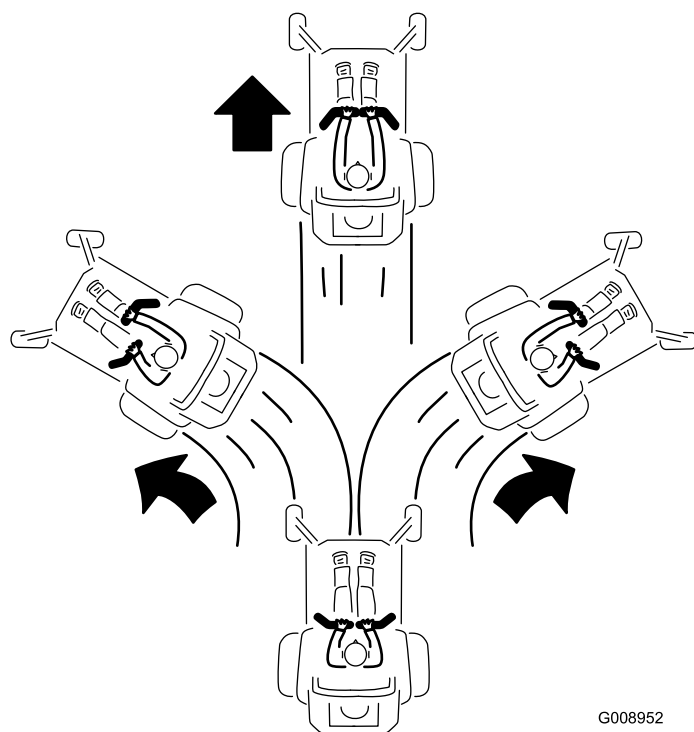

Bild 20
3. Drücken Sie die Fahrtriebshebel nach vorne, um vorwärtszufahren (Bild 20).